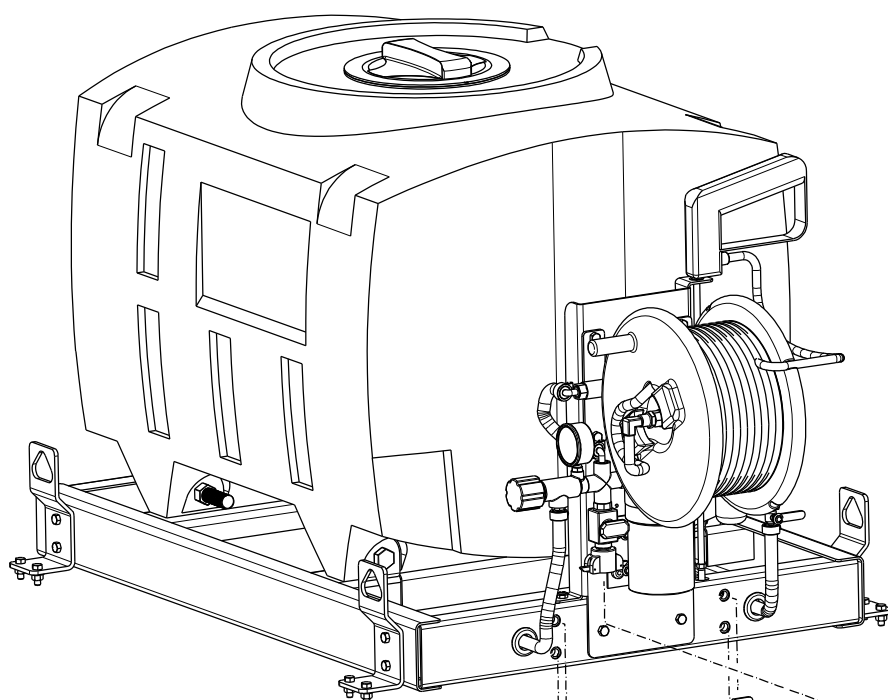

figure 1
- 1: Boulonnez le support de rampe sur l'arrière de la structure (fig.1).